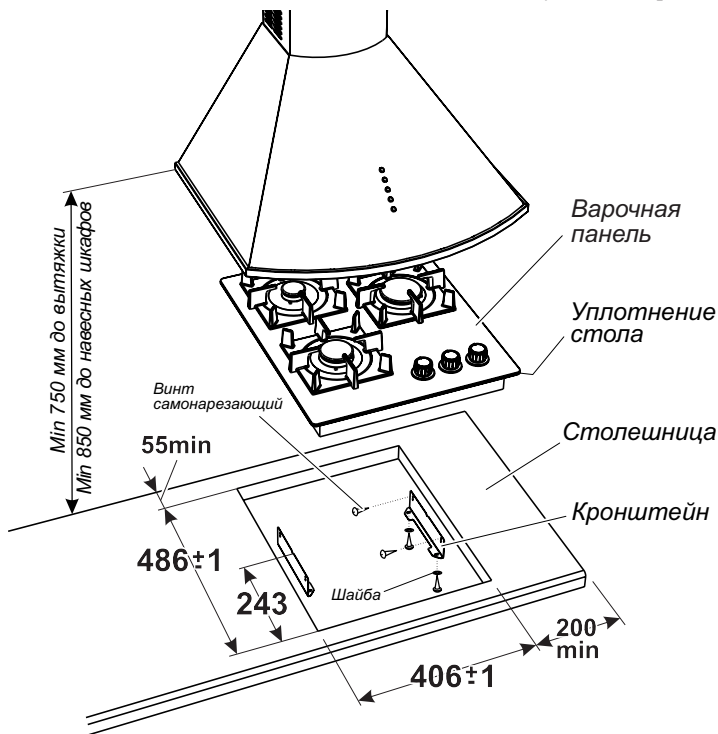

Рис. 9 МОДЕЛЬ ПВГ 2100; ПВГ 2100-01; ПВГ 2100-02
1. Точно разметить на столешнице контур проема под варочную панель в соответствии с рис. 9 - 16.